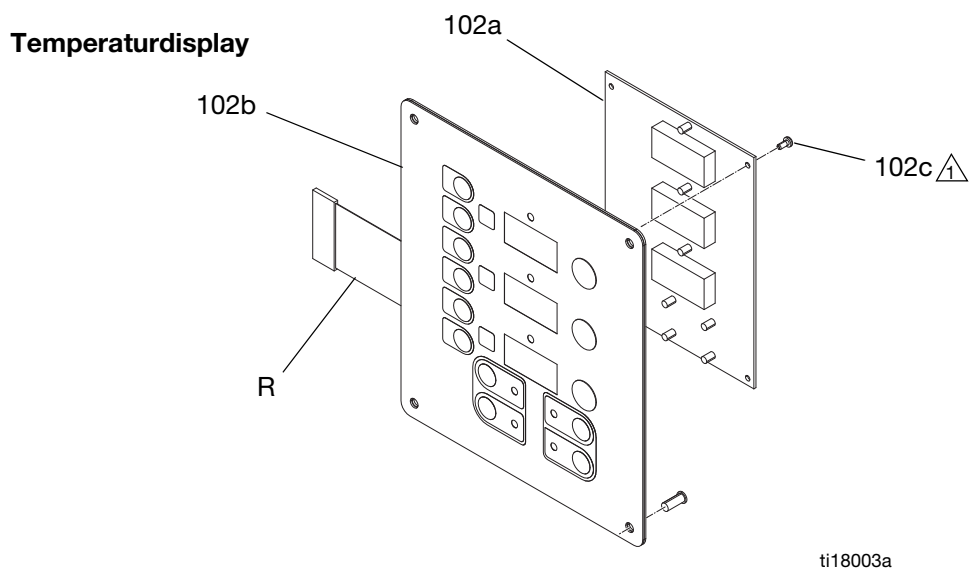

BILD 17. Displaymodul
5. Koppla bort huvuddisplaykabeln (106) i displaymodulens nedre vänstra hörn; se BILD 17, sidan 40.
6. Ta bort skruvarna (116) och höljet (105); se BILD 17, sidan 40.
7. Koppla loss kabelanslutningen från baksidan av temperaturdisplayen (102). Se BILD 17 på sidan 40.
8. Koppla bort bandkabeln/kablarna (R) från displayens baksida; se BILD 17, sidan 40.
9. Ta bort muttrar (103) och platta (101).
10. Demontera displayen, se information i BILD 17, sidan 40.
12. Flytta bygeln (119) till J1 på det nya displaykortet. Se BILD 17 på sidan 40.
13. Återmontera i omvänd ordning, se BILD 17, sidan 40. Applicera medelstark gängtätning enligt bild. Se till att displaykabelns jordledning (G) sitter fast mellan kabelgenomföringen och höljet (105) med skruvar (107).